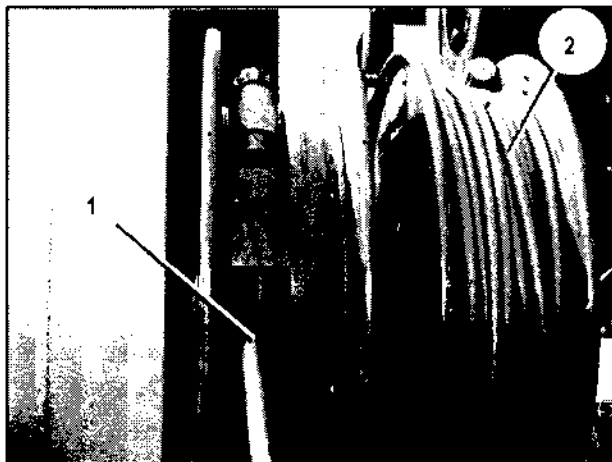

Bild 55
3. Vielfachkabel FM 1000 (Bild 55/1) und FM 15000 (Bild 55/2) von der Doppelkabeltrommel abziehen und an den RF-AK der Kabine anschließen.